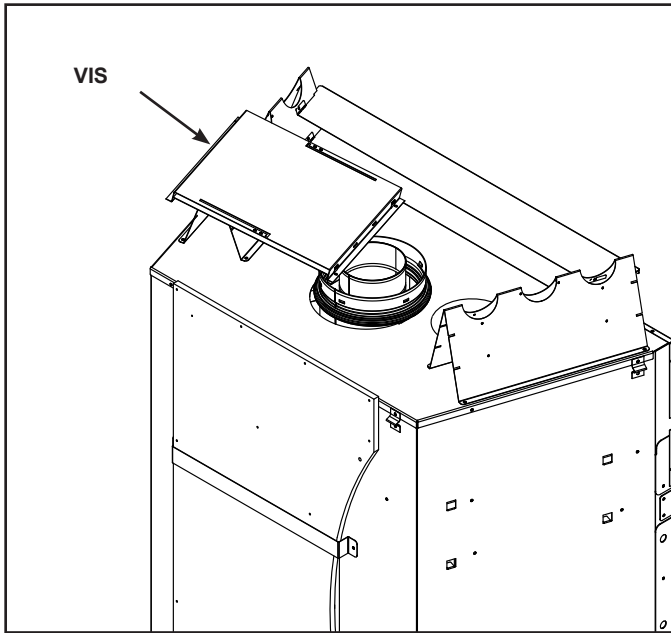

Figure 4.7 Retrait de l'écran thermique
1. Retirez la vis maintenant le bouclier thermique à l'entretoise supérieure. Voir la figure 4.7.